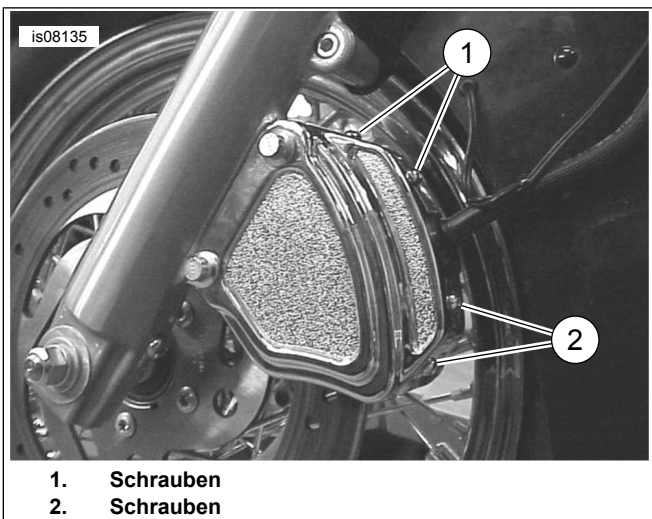

Abbildung 3. Anbringen der Schrauben der Bremssattelabdeckung
7. Siehe Abbildung 3. Vier Schrauben mit Wellenscheiben durch die äußere Abdeckung in der inneren Abdeckung anbringen.